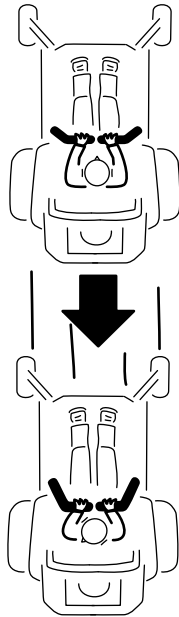

Figura 20
- Para ir hacia atrás, tire lentamente de las palancas de control de movimiento hacia atrás (Figura 20).